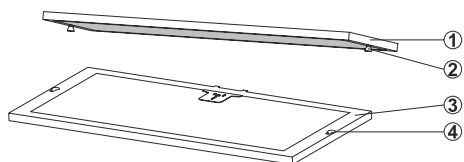

Fig. 6: Placez le filtre à charbon actif
2. ➤ Le filtre à charbon actif est placé à l'arrière du filtre à huile en métal. Poussez-le sur le côté pour le retirer.(Fig. 6).